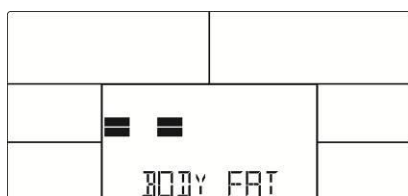

Fig.25
*Skjermen viser beskjeden “= =” “= =” (Fig.25): Dette betyr at brukeren ikke bruker håndpulsensorene eller pulsbeltet riktig.